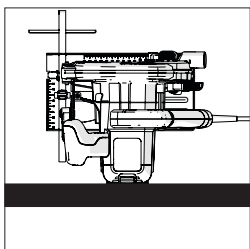

Fig. 2
**Avvertenza:** Tutti i diversi modelli possono, con attenzione, essere posti in equilibrio sul lato piatto dell'alloggiamento/involucro del motore, (Fig. 2) rendendo l'accesso alla lama e ai suoi ancoraggi molto pratico.